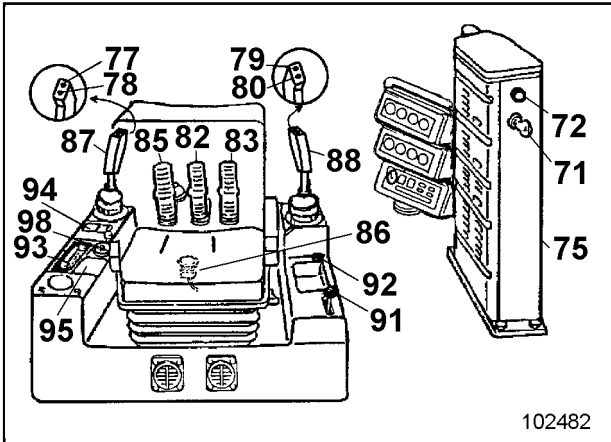

Fig. 7
- Drehzahlverstellhebel (91, Fig. 7) nach hinten stellen (Leerlaufdrehzahl).